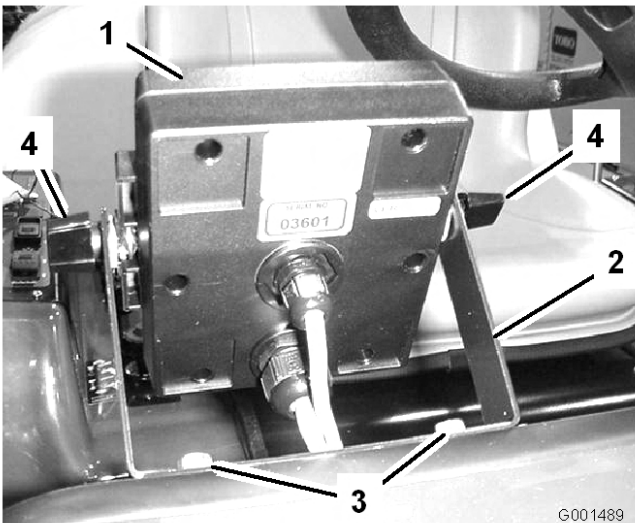
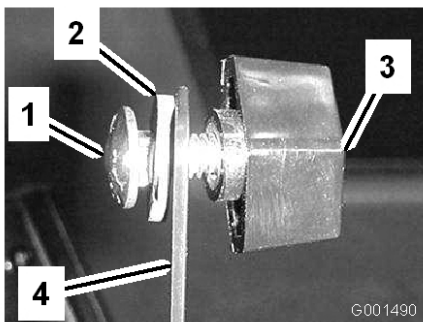

図 5
図 6
2. モニタのブラケットをダッシュボードに取り付ける；フランジヘッド・ボルト (1/4 x 3/4 in) 2本とフランジ・ナット (1/4 in) 2本を使用する (図 5)。
3. キャリッジボルト、ゴム・ワッシャ、ノブ各2個を、図5および図6のように仮止めする。
6. ブラケットにスプレープロを取り付け(図5)、ノブで固定する。